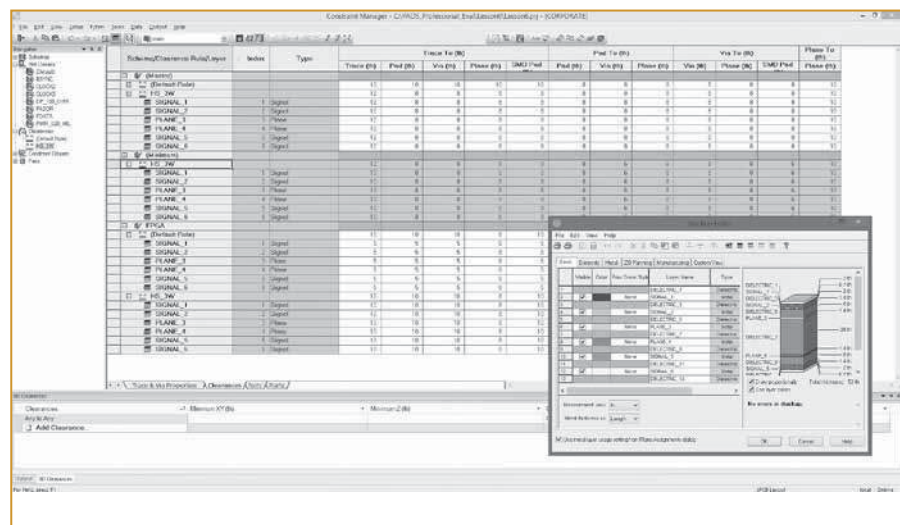

Рис. 2. Создание областей для исключений после ввода ограничений
6. Когда все ограничения определены и заданы, создайте схемы или области для исключений (рис. 2). Каждая схема наследует ограничения из родительского класса, поэтому важно не создавать исключения до тех пор, пока ограничения не установлены.